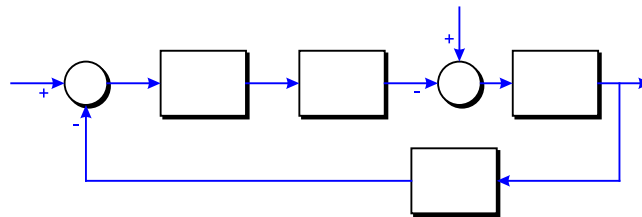

Figura 1-5
1. Feu el diagrama de blocs del sistema, utilitzant el patró de la Figura 1-5.